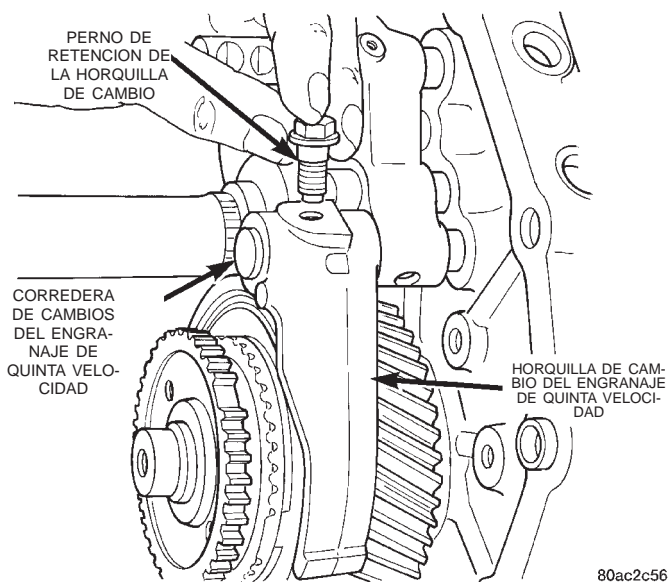

Fig. 51 Desmontaje del perno de retención de la horquilla de cambio
(3) Retire el perno que fija la horquilla de cambio del engranaje de quinta velocidad a la corredera de cambios (Fig. 51).